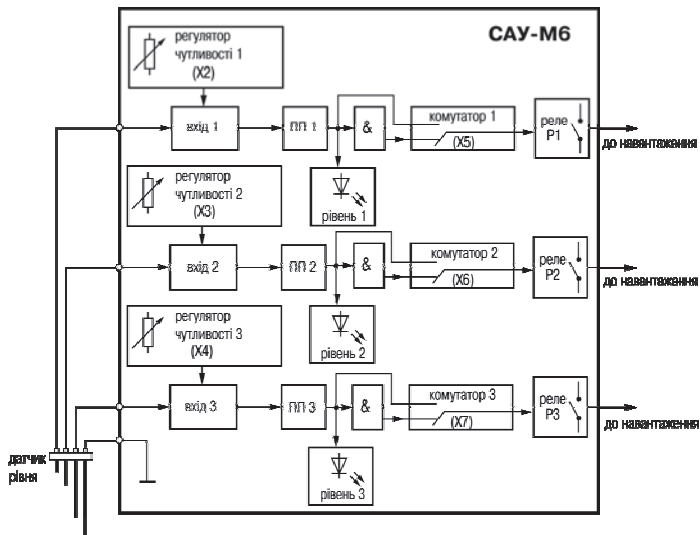

Рисунок 1
3.1.4 До складу кожного каналу пристрою входить ступінчастий комутатор X2 (X3, X4), (див. рисунок 1), що є регулятором чуттєвості каналу контролю рівня до електропровідних властивостей рідин. Це дозволяє працювати з різними рідкими середовищами.
3.1.6 Вихідні реле призначено для керування зовнішнім обладнанням, що забезпечує виконання технологічного процесу, пов'язаного з контролем рівня. Спрацьовування реле відбувається при контакті відповідного сигнального електроду з рідиною. Для розширення функціональних можливостей пристрою режим роботи реле в будь-якому з каналів може бути змінено користувачем за допомогою комутаторів X5 (X6, X7), (див. рисунок 1). Під час стикання електроду датчика з рідиною вихідне реле, у залежності від положення комутатора, може переводитися у стан «Ввімкнено» або, навпаки, у стан «Вимкнено».